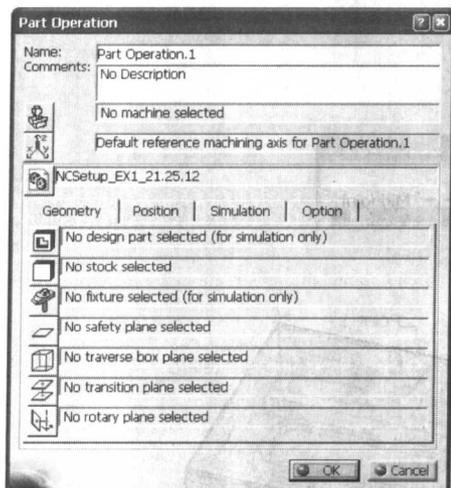

图 1-6
(5) 在特征树的加工过程结点  ProcessList 中双击零件加工操作  Part Operation.1，弹出如图1-6所示的Part Operation对话框，其中可以设置数控加工机床、加工坐标系、加工的目标零件、毛坯零件和安全平面等内容。